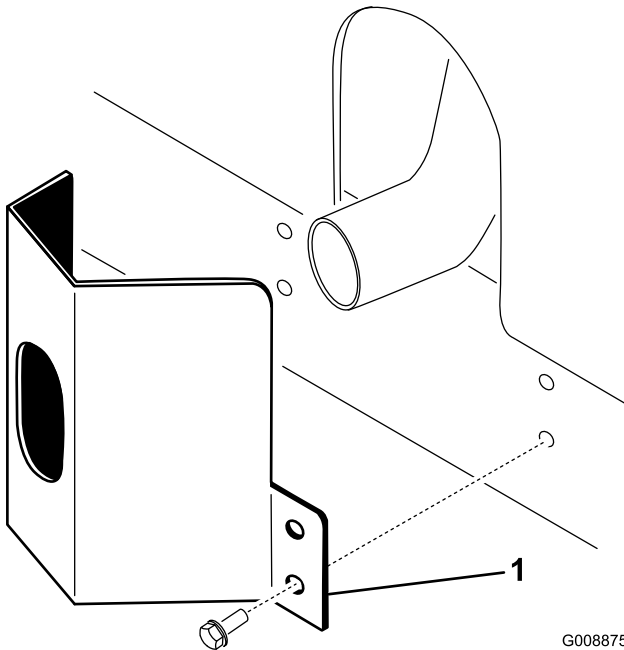

图 9
2. 用 4 个自攻螺丝将排气护罩固定到机架上图 9。
1. 将排气护罩放到消声器旁边同时将安装孔与机架中的孔对齐图 9。